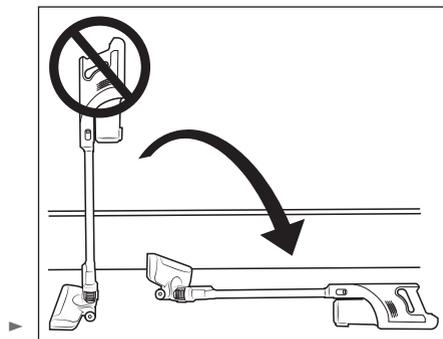

Fig. 9
- Ne placez pas l'aspirateur à la verticale si vous souhaitez le poser entre-temps ou ne plus l'avoir en main. Placez pour cela l'aspirateur dans le support mural **18** ou posez-le sur le sol (voir fig. 9 et 10). L'aspirateur risque sinon de basculer à cause de son centre de gravité haut et d'être endommagé et, dans certaines circonstances, d'endommager d'autres objets en se renversant.